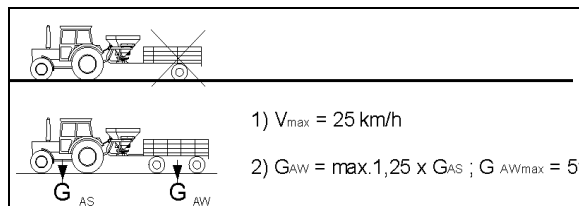

Fig. 46
6. Faste ruller (Fig. 46/1) bak
- o monteres og sikres med splint (Fig. 46/2) i det midtre frigjøringshullet, hhv.
Når de faste rullene monteres, må du passe på at boltene (Fig. 46/3) griper gjennom boringen til rammen og dermed holder rullene i lengderetningen.